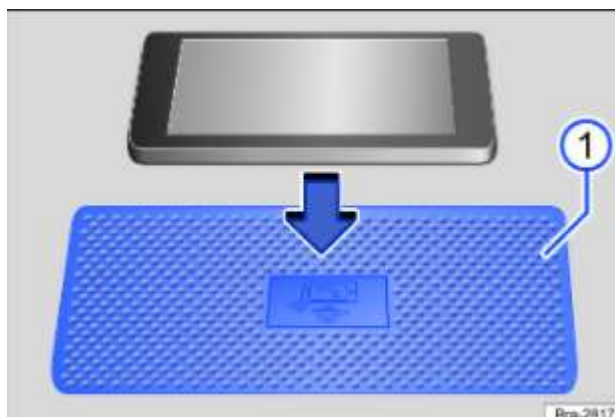

Fig. 143 Schéma de principe : emplacement avec tapis de fond de rangement pour la fonction de recharge sans fil
L'emplacement avec tapis de fond de rangement réservé à la fonction de recharge sans fil ➔ Fig. 143 ① se trouve, suivant le véhicule, dans la console centrale ou dans un rangement dans la zone située entre les sièges avant.
Sur certains véhicules, le tapis de fond de rangement présente un symbole de téléphone, indiquant la position centrale de la fonction de recharge sans fil ➔ Fig. 143 ①.